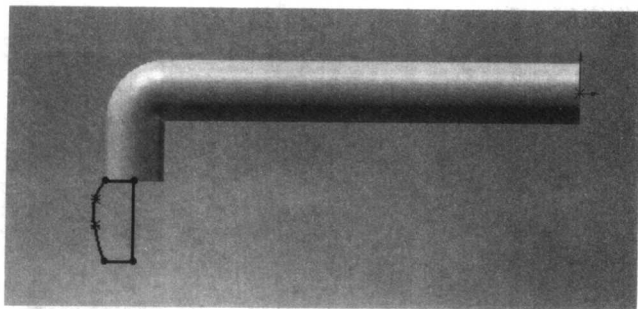

图 1-25 绘制的草图
(5) 选择“上视基准面”，然后将视图设置为“正视于”视图，使用“直线”工具（）和“样条曲线”工具（）绘制草图，如图1-25所示。